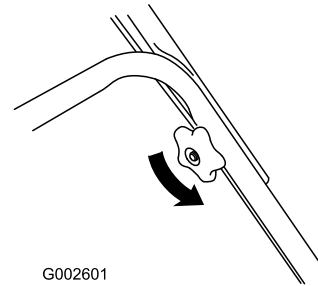

Figure 35
1. Afloje los pomos del manillar hasta que pueda mover libremente la sección superior del mismo (Figure 35).